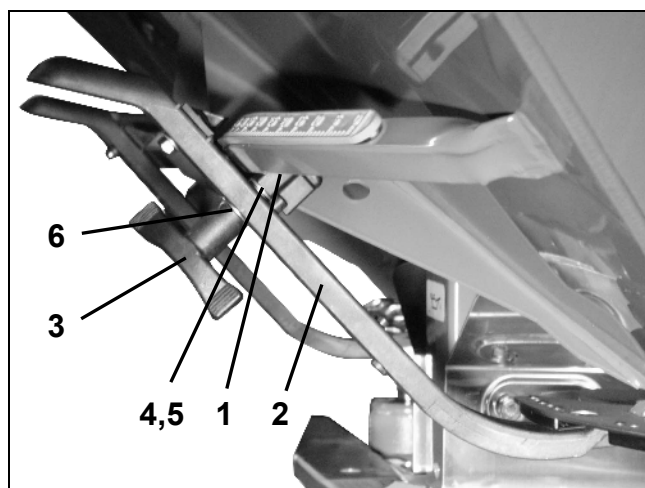

Fig. 90
- Ajustar o dispositivo de aperto (Fig. 90/1) para a alavanca de ajuste (Fig. 90/2) do seguinte modo:
- Desenroscar a porca de orelhas (Fig. 90/3).
- Retirar o parafuso e trocar a posição das duas anilhas (Fig. 90/4) de trás (Fig. 90/5) para a frente (Fig. 90/6).